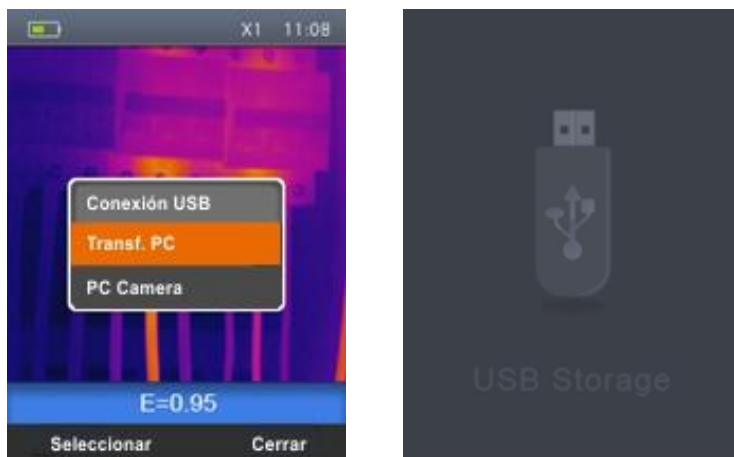

Fig. 38: Transferencia imágenes/video a PC
2. Conecte el cable USB al instrumento (vea Fig. 3 – Parte 16) y al PC. La siguiente pantalla (vea Fig. 38 – Parte izquierda) aparece en pantalla:
4. Utilice las teclas $\oplus$ o $\ominus$ para seleccionar la opción “Transf. PC” y pulse la tecla “Seleccionar”. La pantalla de Fig. 38 – Parte derecha se muestra en el visualizador